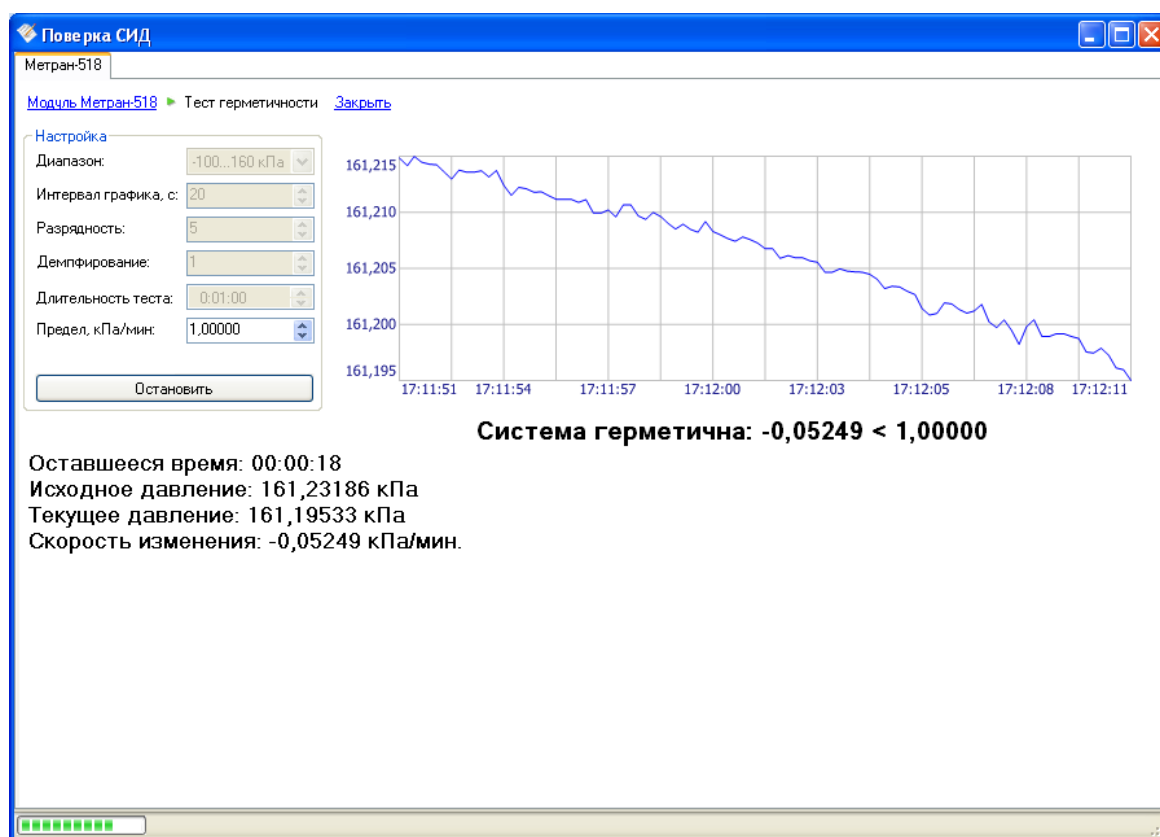

Рисунок 4.105 – Проверка герметичности
- Тест герметичности (см. Рисунок 4.105);
В программе расположены компоненты (см. Рисунок 4.105):